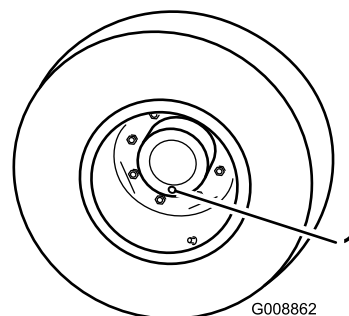

Bild 105
1. Stellen Sie die Maschine auf einer ebenen Fläche ab und positionieren Sie das Rad so, dass sich eine der Prüfschrauben in der untersten Stellung (6 Uhr) befindet (Bild 105).